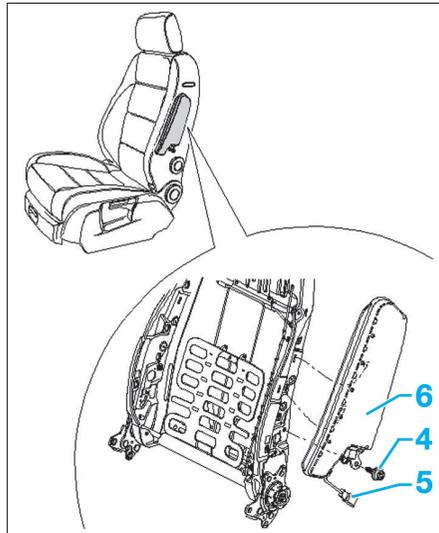

Fig. 15
- Déposer la vis de fixation (4) de l'airbag (Fig.15).
- Débrancher le connecteur (5).
- Déposer l'airbag (6).